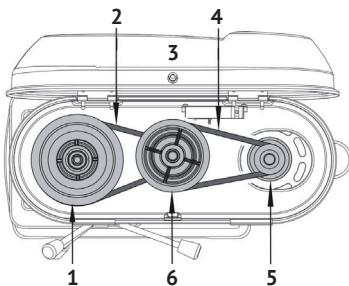

рис. 6
- открыть крышку кожуха ремней (рис.1 поз.5), открутив винт (рис.6 поз.3);
- вручную сдвинуть двигатель (рис.1 поз.7) со шкивом ведущим (рис.6 поз.5) к суппорту, для ослабления натяжения ремней;
- снять ремни: 1-й (рис.6 поз.4) между шкивами двигателя (рис.6 поз.5) и промежуточным (рис.6 поз.6), 2-й (рис.6 поз.2) между шкивами промежуточным и шпинделем (рис.6 поз.1), заменить или переставить ремни для выбора нужной скорости (см. табл. п.2.2.4);
- закрыть крышку кожуха и закрутить стопорный винт (рис.6 поз.3).